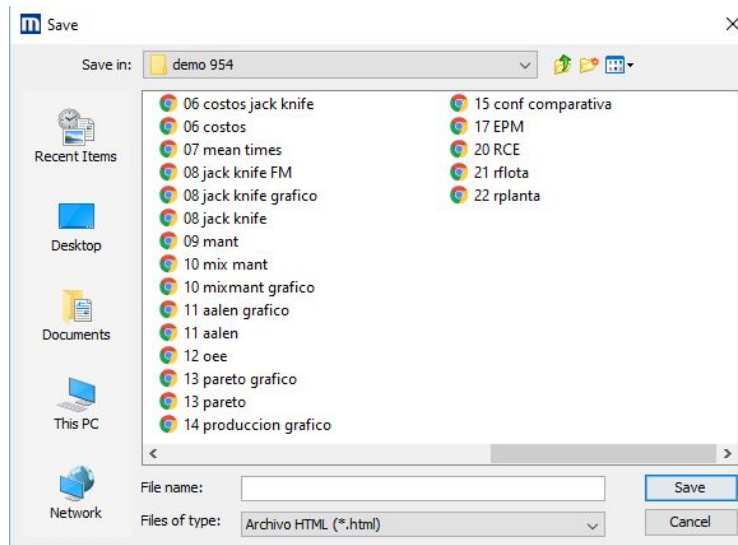

Ilustración 7: Exportación OEE
- Exportación del reporte a archivo: Luego de configurar los períodos según se requiere, seleccionar la visualización de gráficos deseada e incluir las observaciones pertinentes se puede proceder a exportar el reporte de la lista seleccionada en formato HTML. Si la exportación es exitosa se muestra un mensaje de confirmación (Ver Ilustración 7).
En la Ilustración 7 se muestra un ejemplo del gráfico exportado.